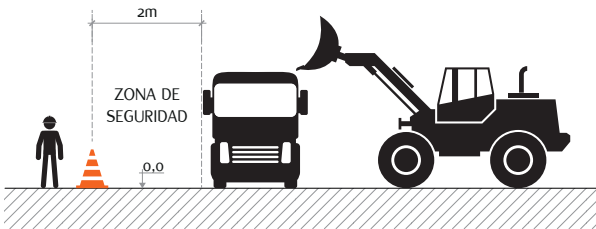

Figura 3. Distancia de seguridad en carguío de camiones.
3.5. Durante las tareas de carga de escombros se debe establecer una distancia de seguridad libre de tránsito de personal y/o trabajos de, a lo menos, 2 m por el lado contrario al costado donde se realiza la carga. (Figura 3).
- 4.4. Durante las tareas de carga de material producto de la excavación se debe establecer una distancia de seguridad libre de tránsito de personal y trabajos de, a lo menos, 2 m por el lado contrario al costado donde se realiza la carga. (Figura 3).